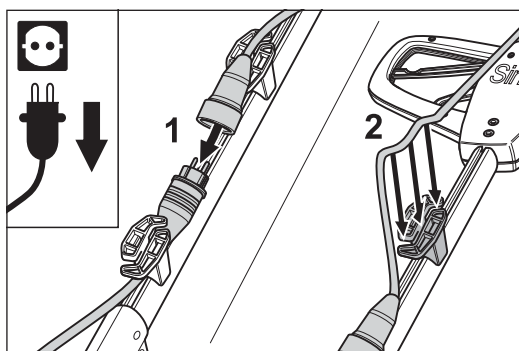

Fig. 8 Inserción del cable prolongador en el portacables superior del mango.
- 1 Conecte el empalme a la clavija del cable del motor y coloque el cable prolongador en el portacables superior del mango (fig. 8).